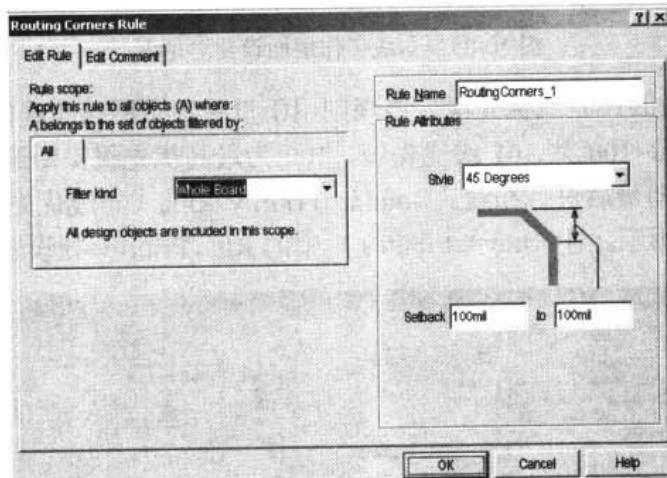
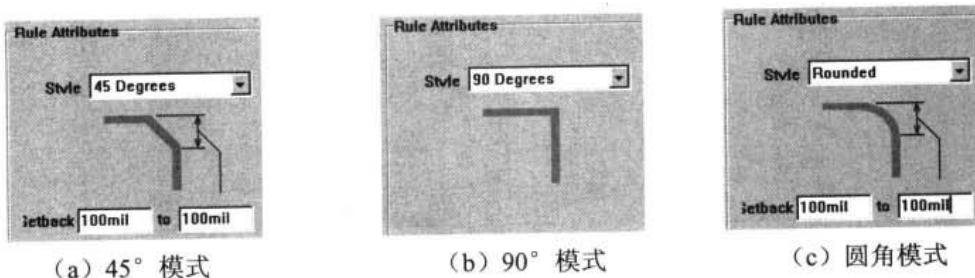

图 10-83 拐角模式参数设置对话框
图 10-84 拐角模式
- Routing Corners: 拐角模式。该规则用于定义走线拐角的形状和尺寸。Routing Corners Rule (拐角模式参数) 设置对话框, 即如图 10-83 所示。在 Style 下拉列表中有 3 种拐角模式可选: 45 Degrees (45°)、90 Degrees (90°)、Rounded (圆角), 如图 10-84 所示。若选用 45° 和圆角模式, 则要求定义 Setback (缩进值)。